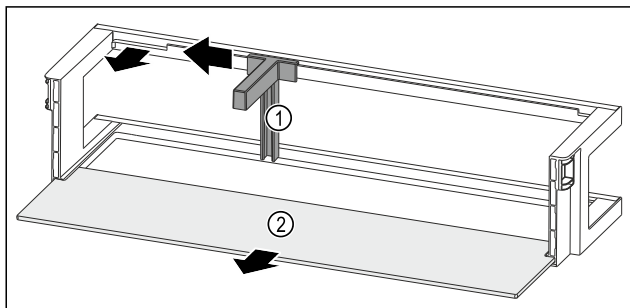

Fig. 111 Türabsteller mit Flaschenhalter und Abstellfläche
- Flaschenhalter Fig. 111 (1) bis zur Aussparung zur Seite schieben.
- Flaschenhalter Fig. 111 (1) entnehmen.
- Abstellfläche Fig. 111 (2) entnehmen.